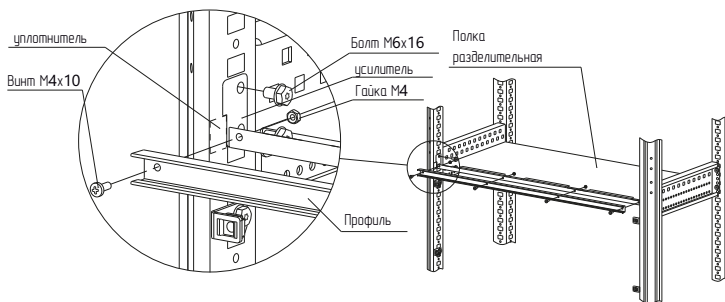

Рисунок 2
4.1.3 Установить усилитель между стойками каркаса (рисунок 2) и закрепить болтами самонарезающими М6×16, момент затяжки – 7 Н·м. При установке совместно с полкой разделительной, усилитель должен надеваться на переднюю часть полки. Наклеить уплотнитель и прикрепить профиль к усилителю винтами М4×10 и гайками М4. Момент затяжки – 1,5 Н·м.